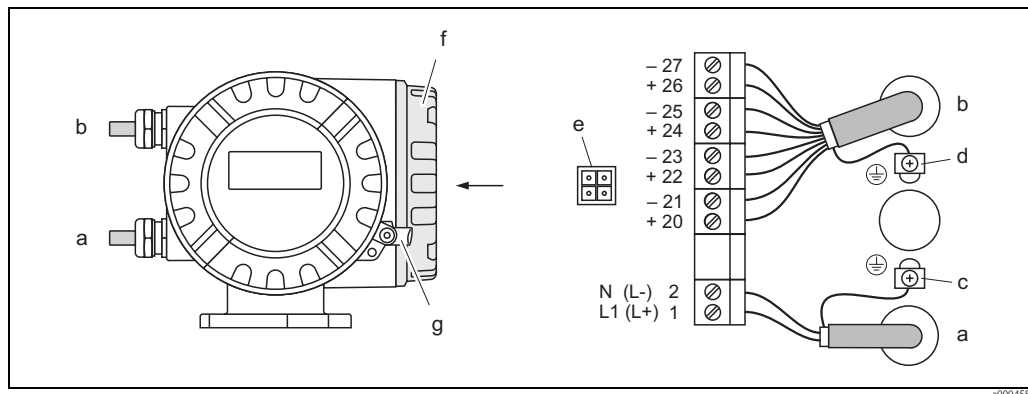

Fig. 18: Conexión del transmisor (cabezal de campo de aluminio). Sección del cable: máx. 2,5 mm²
- Diagrama de conexionado (cabezal de aluminio) → Fig. 18